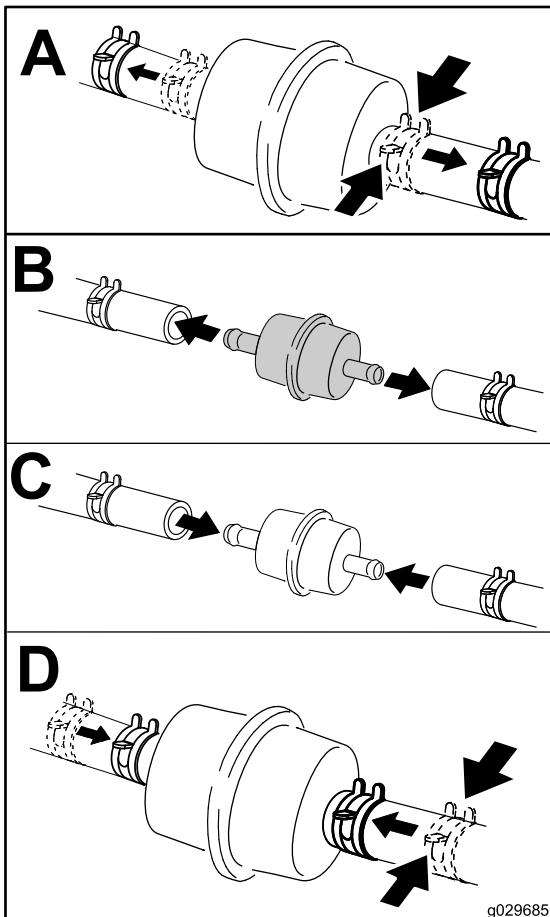

Figura 38
- Cambie el filtro en línea (Figura 38).